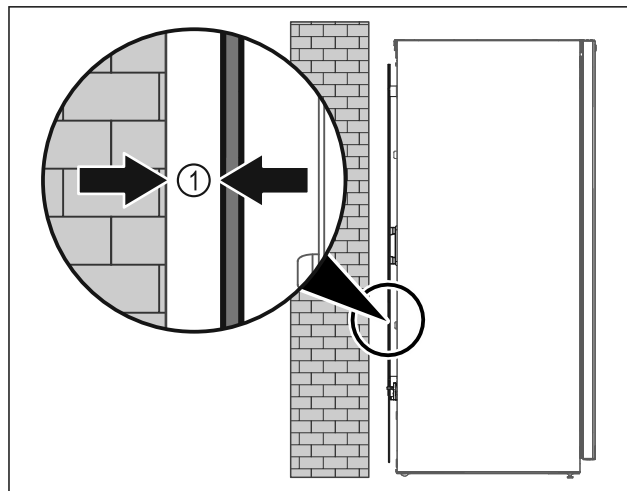

Fig. 6
- Ställ upp apparaten fritt i rummet eller direkt mot en vägg med ett minimiavstånd på 5 mm Fig. 6 (1) från väggen.